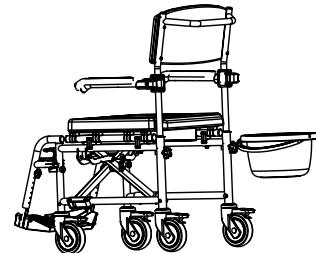

Abb. 18.
- Setzen Sie den Eimer von der Rückseite des Stuhls aus ein, indem Sie ihn in die dafür vorgesehenen Führungen schieben (Abb. 18).